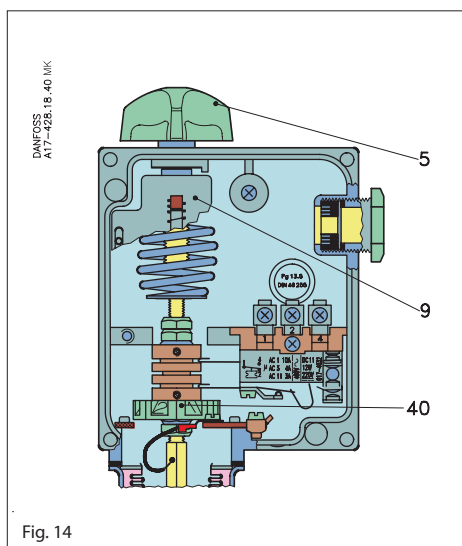

Fig. 14
Régler la plage à l'aide du bouton (5) (fig. 14) tout en observant l'échelle principale (9). La valeur de réglage est la température d'ouverture du contact 1-4, fig. 14. Chercher la zone neutre appropriée dans le schéma de l'appareil visé (fig. 16). L'échelle inférieure du schéma montre la bonne position de la molette de zone neutre (40).